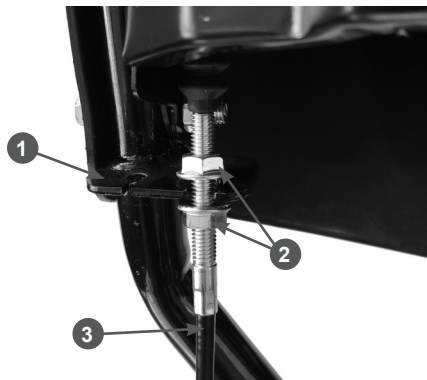

Рис. 8 Крепление оболочки троса включения шнеков
- закрепите оболочку 3 троса в кронштейне 1 на задней стороне панели, как показано на Рис. 8, и закрутите гайки 2, не затягивая их.
- нажмите рычаг включения шнеков. При полностью нажатом рычаге включения шнеков пружина 1 должна быть растянута на 0,5 - 1 см (Рис. 9). При необходимости, отрегулируйте трос с помощью гаек 2 (Рис. 8). После регулировки затяните гайки;